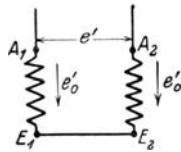

Fig. 81.
Größe jeder EMK ist $e_0' = 100$ [220] (220) V. Welche Spannung e' mißt man zwischen A_1 und A_2 , wenn E_1 mit E_2 verbunden wird (Fig. 81)?
Lösung: Wie aus den in Fig. 81 eingezeichneten Pfeilen hervorgeht, subtrahieren sich die beiden EMK, also ist die zwischen